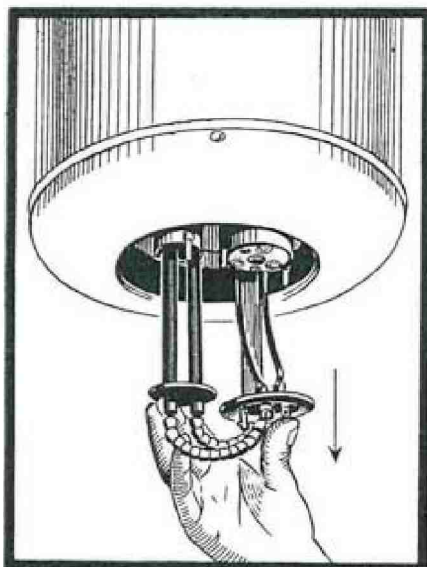

Fig. 5
**N° 712. ▽ Chauffe-eau 5 litres, 600 watts** (voir gravure page 26). — Le chauffage de l'eau de 15° environ (température ambiante) à 90° (température de coupure) est assuré en moins d'une heure. La puissance de l'appareil permet d'obtenir pendant le jour (12 heures) 60 litres à 90°. L'appareil est équipé avec un élément Calor-Backer 600 watts, et un thermostat enfermés chacun dans une gaine et démontables à la main, sans outil, en quelques secondes (Fig. 5).